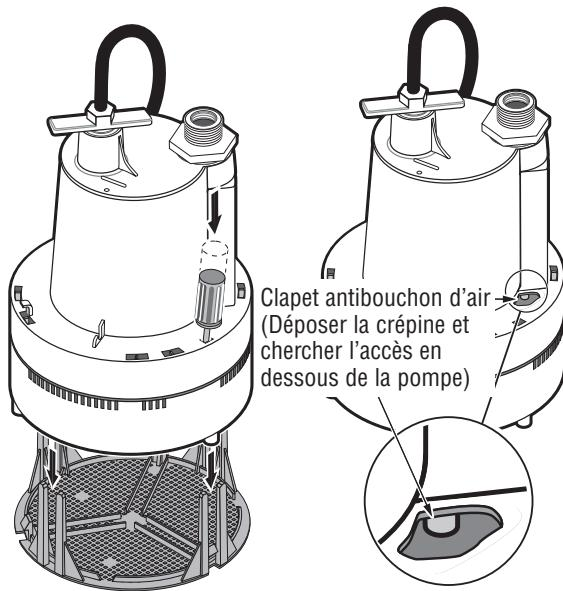

Figure 1 - Pour nettoyer la crêpine et le clapet antibouchon d'air.
4. Pour nettoyer la crêpine, utiliser un tournevis pour la dégager (se reporter à la Figure 1), retirer et rincer la crêpine.
Un petit trou est pratiqué dans le corps de cette pompe. Se reporter à Figure 1. C'est ce qu'on appelle un clapet antibouchon d'air. Si on soupçonne qu'il y a un bouchon d'air, introduire une épingle ou du nettoyant de tuyau dans le trou antibouchon d'air pour enlever les débris.